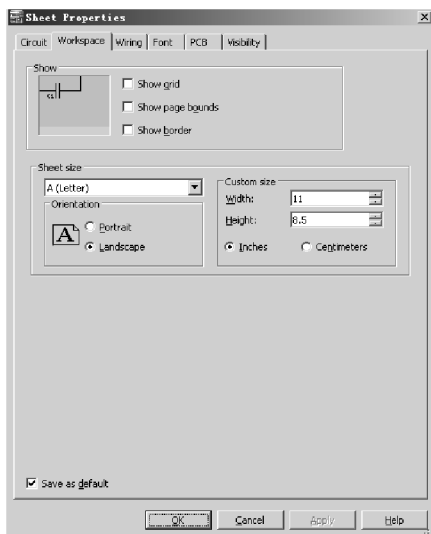

图 4-8 Worksheet 标签页
(2) Workspace 标签页 (电路工作区设置): Workspace 标签页如图 4-8 所示,该页用于设置电路工作区,包括两个区。